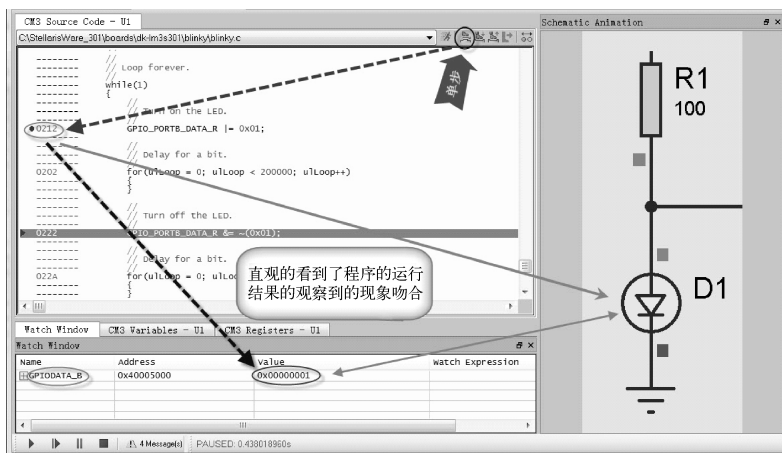

图 2-30 单步运行的结果与观察到的现象吻合（点亮）
7) 首先单击调试工具栏上的全速运行按钮，使程序在断点处停止（见图 2-28），然后再单击按钮（Step Over Source Line）或键盘上的 F11 单步运行闪烁灯程序，当执行完断点处（0212）的程序后，LED 灯点亮，同时 GPIO_PORTB_DATA 的值为 1，说明 GPIO_PORTB_DATA_R | = 0x01；语句的确能使 LED 发光，程序正确，如图 2-30 所示。